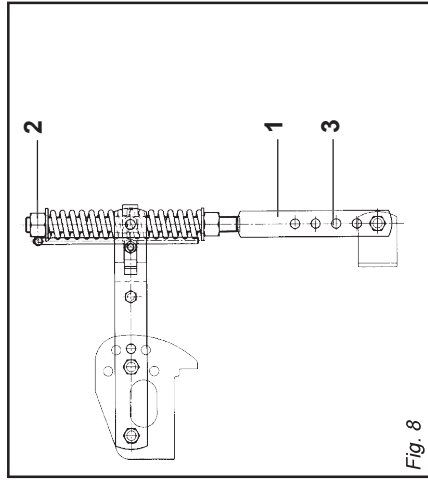

Fig. 8
- 6 - Il martinetto a molla (1 Fig. 8) oltre a sostenere la lamiera livellatrice ed ammortizzarla nel trasporto su strada, serve a evitare il ribaltamento della zappatrice durante il parcheggio.
La regolazione del precarico sulla molla si effettua avvitando e svitando il dado superiore (2 Fig. 8), agendo con l'apposita leva.
- 6 - Die Federwinde (1 Abb. 8) trägt nicht nur das Planierschild und dient beim Straßentransport zur Dämpfung von Stoßen, sondern sie soll auch verhindern, daß die Hackfräse während des Parkens umkippt. Um die Feder zu verstellen, verschrauben oder aufschrauben Sie die obere Mutter mit dem Spindel.
- 6 - Le vérin à ressort (1 Fig. 8) sert de soutien à la tôle de nivellement et de suspension pendant le transport sur route, pour éviter le basculement du cultivateur lors du stationnement.
- 6 - El gato de resorte (1 Fig. 8), además de sostener la chapa de nivelación y protegerla durante el transporte en carretera, sirve para evitar el vuelco de la binadora durante el estacionamiento.
nata del bullone (2 Fig. 8) sui vari fori posti nel martinetto (3 Fig. 8) si riesce ad aumentare o diminuire l'effetto della lamiera livellante sul terreno.
depending on the position, established by of the nut (2 Fig. 8) in the various holes in the ram (3 Fig. 8).
Je nach der Position, die durch der Mutter (2 Abb. 8) in den verschiedenen Löchern des Windenrohres (3 Abb. 8) festgelegt wird, kann die Wirkung des Planierschildes auf den Boden erhöht oder verringert werden.
en changeant la position du boulon (2 Fig. 8) dans les différents trous du vérin (3 Fig. 8).
da de la turca (2 Fig. 8) en los diversos orificios del gato (3 Fig. 8) se logra aumentar o disminuir el efecto de la chapa de nivelación sobre el terreno.